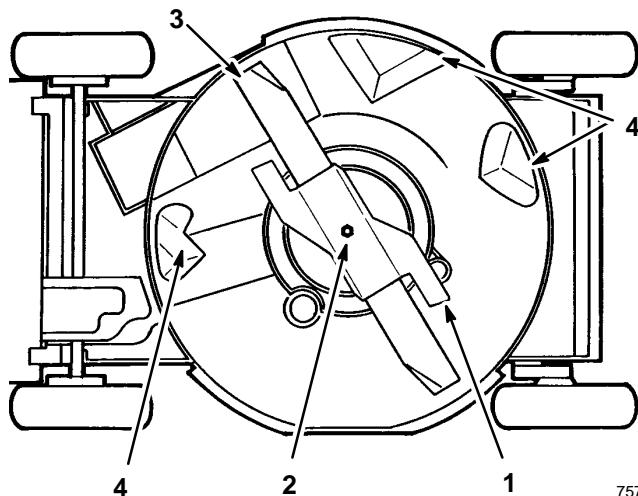

Abbildung 24
- Den Rasenmäher auf die linke Seite kippen (Abb. 24).
- AUSBAU DES MESSERBALKENS — Das Ende des Messerbalkens mit einem Lappen oder einem dick gepolsterten Handschuh fassen. Messerbalkenschraube, Sicherungsscheibe, Messerbalken-Beschleuniger und Messerbalken entfernen (Abb. 24).